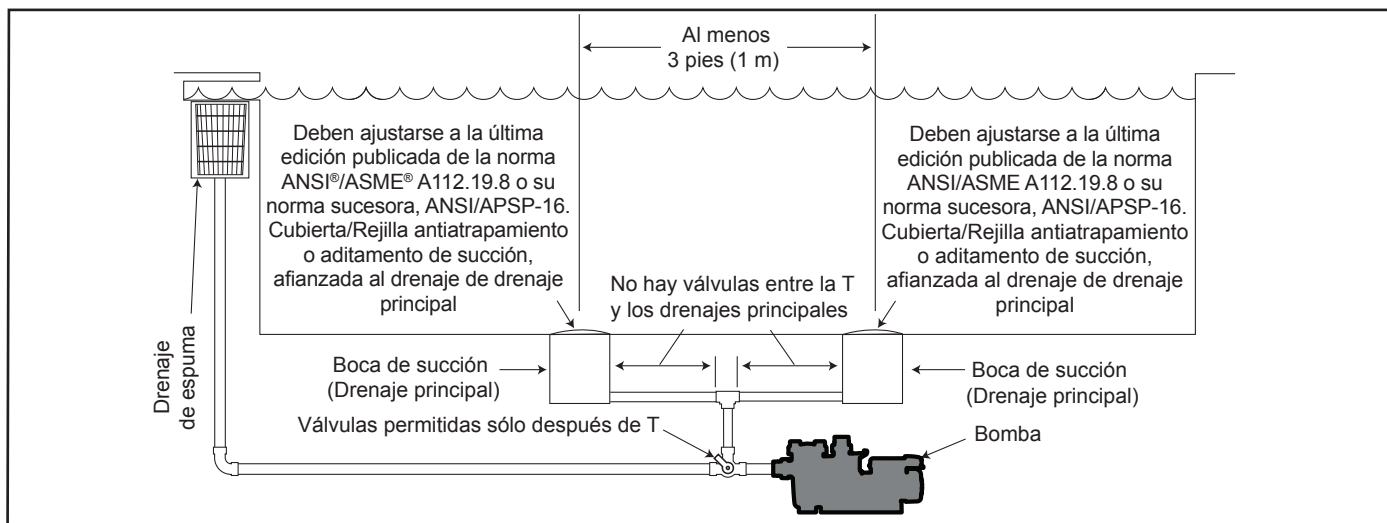

Figura 1. Tuberías de succión adecuadas para la bomba
**Cantidad de salidas de succión por bomba:** Proporcione al menos dos (2) salidas de succión balanceadas hidráulicamente, con cubiertas, como salidas de succión para cada línea de succión de la bomba de circulación. Los centros de las salidas de succión (salidas de succión) de cualquier una (1) línea de succión deben estar a al menos tres (3) pies de distancia de centro a centro. Consulte la Figura 1.
El sistema **debe** construirse para incluir al menos dos (2) salidas (drenajes) de succión conectadas a la bomba siempre que la bomba esté en funcionamiento. Sin embargo, si dos (2) salidas de succión van a una única línea de succión, la única línea de succión puede estar equipada con una válvula que apague ambas salidas de succión desde la bomba. El sistema se construirá de tal modo que no permita el cierre o el aislamiento separado independiente de cada drenaje. Consulte la Figura 1.